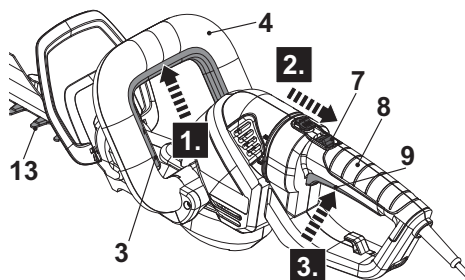

Fig. 8
1. Asegúrese de que el dispositivo de corte (cuchilla) (13) no toque ningún objeto. Retire la cubierta de la cuchilla (14) del dispositivo de corte (cuchilla) (13) antes de encender el producto.
2. Sujete el producto con una mano en el mango delantero (4) y con la otra en el mango trasero (8).
3. Pulse el interruptor de seguridad (3) y manténgalo en posición (Fig. 8, paso 1).
4. En primer lugar, tire hacia atrás del botón de bloqueo (7) para liberarlo (Fig. 8, paso 2) y, a continuación, apriete el interruptor de encendido/apagado (10) para encender el producto (Fig. 8, paso 3).
5. Suelte el interruptor de encendido/apagado (9) o el interruptor de seguridad (3) para apagar el producto.